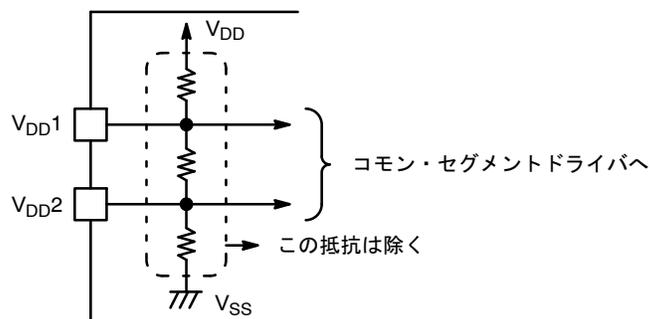

図 1.
1. V_{DD1} , V_{DD2} に内蔵しているバイアス電圧発生用の分割抵抗は除く。(図 1)を参照)